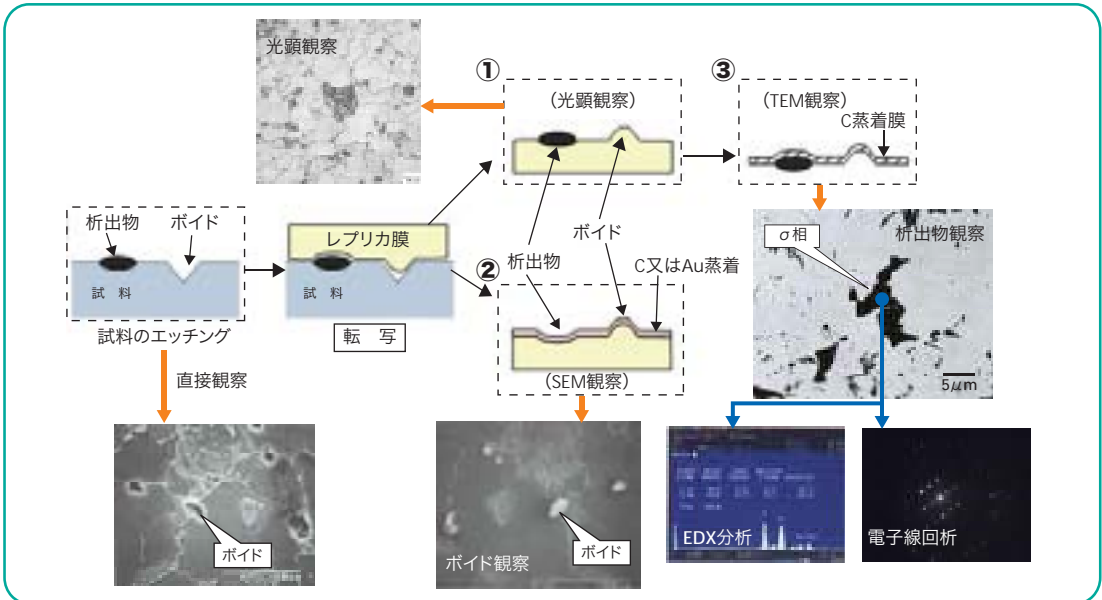

図1 レプリカ法
レプリカ法はレプリカ膜に転写した金属表面の組織やポイド等の凹凸や析出物を観察する手法です。試料を直接観察する手法と凹凸が逆になります。手順の一例を図1に示します。試料のエッチングの強さにより、析出物までレプリカ膜に転写するか、しないかに分かれます(①②)。光顕観察では、析出物を転写して組織等の観察を行います(①)。ポイド観察では、比較的弱いエッチングを行い、析出物が転写されない状態でSEM観察する場合があります。チャージアップ防止のため、表面にCやAuを蒸着して観察します(②)。